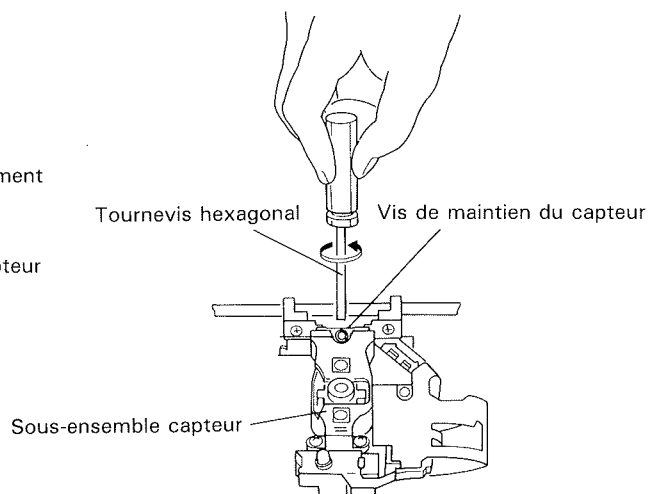

Fig.4
6. Retirer la vis qui maintient le capteur en procédant par le dessus et déposer avec précaution le sous-ensemble capteur. (Fig. 4)